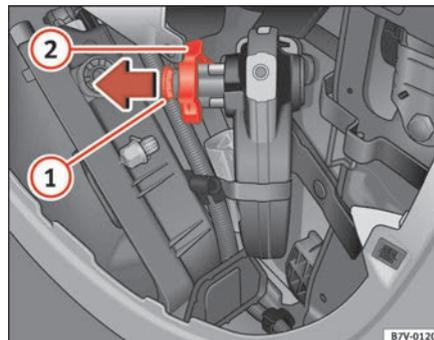

Fig. 135 Ubicazione del dispositivo di traino
- Aprire il bagagliaio ⇒ fig. 135 ① girando la chiave in senso orario.
- Estrarre completamente la ruota ② nel senso della freccia e girarla completamente in senso orario.